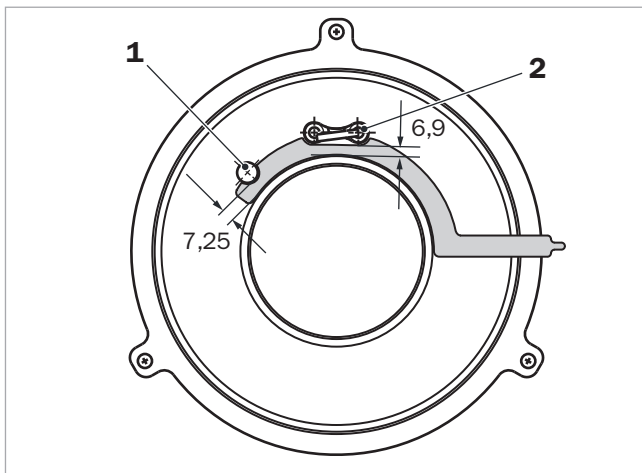

Abb. 22: Abstände Ionisations- und Zündelektrode zum Brennerflansch
- Ionisationselektrode → Abb. 22 (1): 7,25 mm zum Brennnervlies
- Zündelektrode → Abb. 22 (2): 6,9 mm zum Brennnervlies